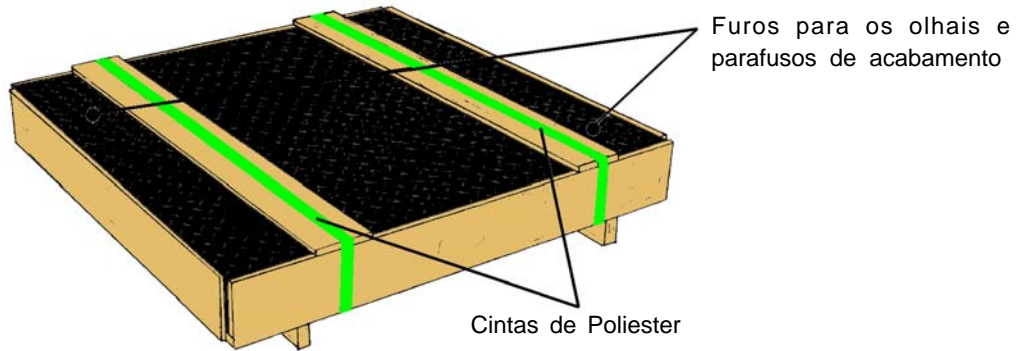

Figura 1
- 2b. Rosqueie os olhais nos locais indicados na figura 1.
3. Retire as cintas de poliéster que arqueiam o engradado da plataforma. Utilize para isto tesourão ou ferramenta similar. (Figura 1).